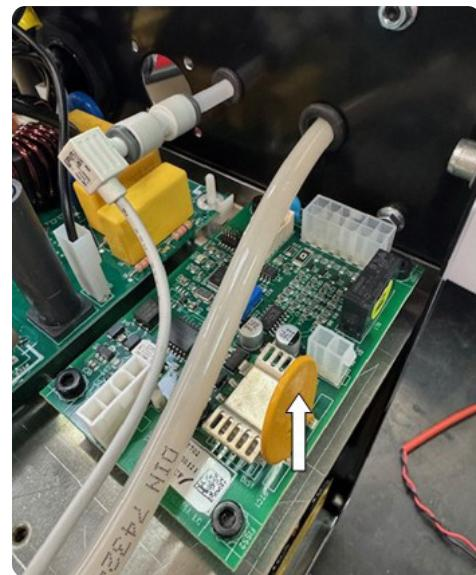

Fig. 2
- ◆ Fije el circuito de interfaz CNC 5602702 (pos.1) a los cuatro espaciadores utilizando los 4 tornillos M4 suministrados como se indica en la fig.2.